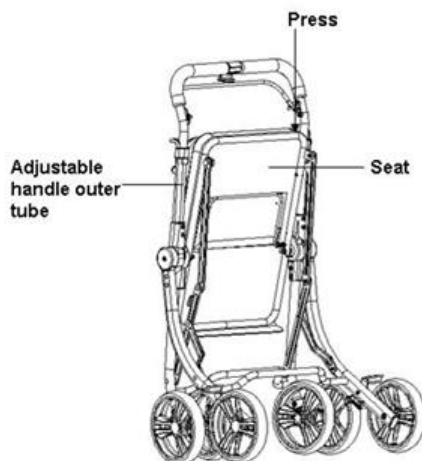

Figure 1
- Neem met één hand de zitplaat vast en druk deze naar beneden, terwijl u met de andere hand de verstelbare handgriepbuis vasthoudt en naar buiten trekt, zoals weergegeven in afbeelding 1, totdat de trolley volledig geopend is. Wanneer u een "klik" hoort, betekent dit dat de trolley correct is uitgekapt.